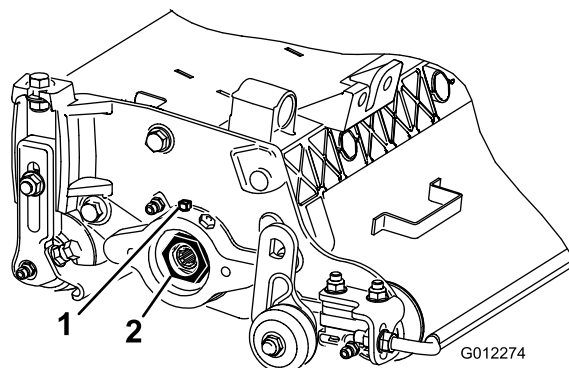

図 10
- A. カuttingユニットの左側にあるベアリングハウジングにベアリング調整ナットを固定している固定ネジをゆるめる 図 10。